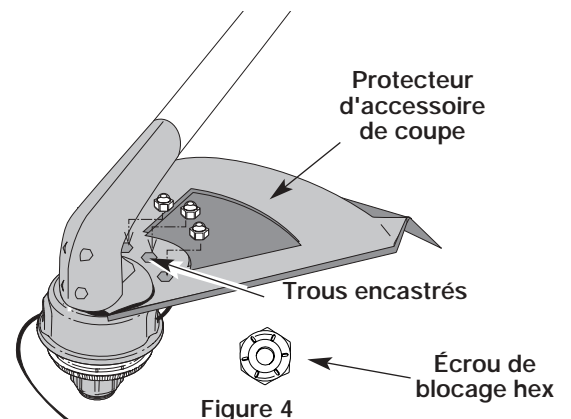

Figure 4
2. Placez un de trois fournis écrous de blocage hex dans l'un des trois trous encastré, sur le dessus du protecteur d'accessoire de coupe (Fig.4).